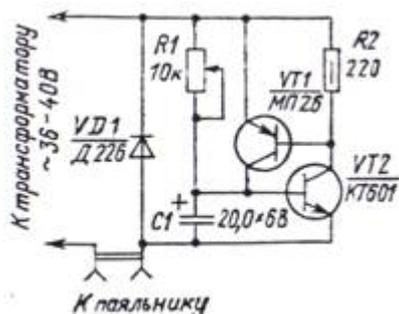

Рис. 10. Регулятор мощности паяльника.
1.15. Регулятор мощности паяльника можно собрать по схеме, приведенной на рис. 10. Это однополупериодный регулятор мощности. Максимальная мощность паяльника не должна превышать 25 Вт при напряжении 36 В. Переменным резистором можно изменять ток нагрузки почти в два раза. Вместо транзисторов МП26 можно использовать МП25, а вместо КТ601 — транзисторы КТ605 с любыми буквенными индексами.